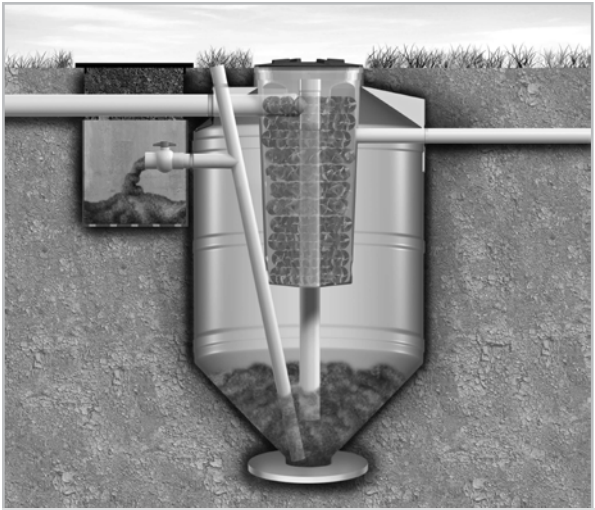

figura 7
- si es mayor o igual, disminuir el intervalo. (Figura 7 y 8)
- C. Abriendo la válvula (1) los lodos alojados en el fondo del tanque salen por gravedad. Primero salen de dos a tres litros de agua de color beige pestilente, luego serán eliminados los lodos estabilizados (oscuros inoloros, similar al color café). Cierre inmediatamente la válvula cuando vuelva a salir agua color beige pestilente.